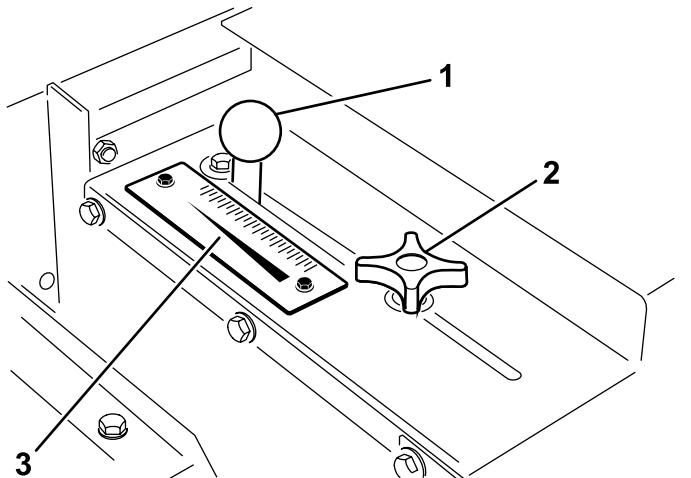

Figura 19
1. Desaperte o manípulo de bloqueio (Figura 19) o suficiente para permitir que este deslize livremente na ranhura.
2. Coloque o manípulo da porta (Figura 19) para a posição desejada e aperte o manípulo de bloqueio para fixar o ajuste.
Utilize a escala de proporção (Figura 19) para determinar a proporção de fluxo desejada. Consulte Taxa de aplicação de areia (página 19).